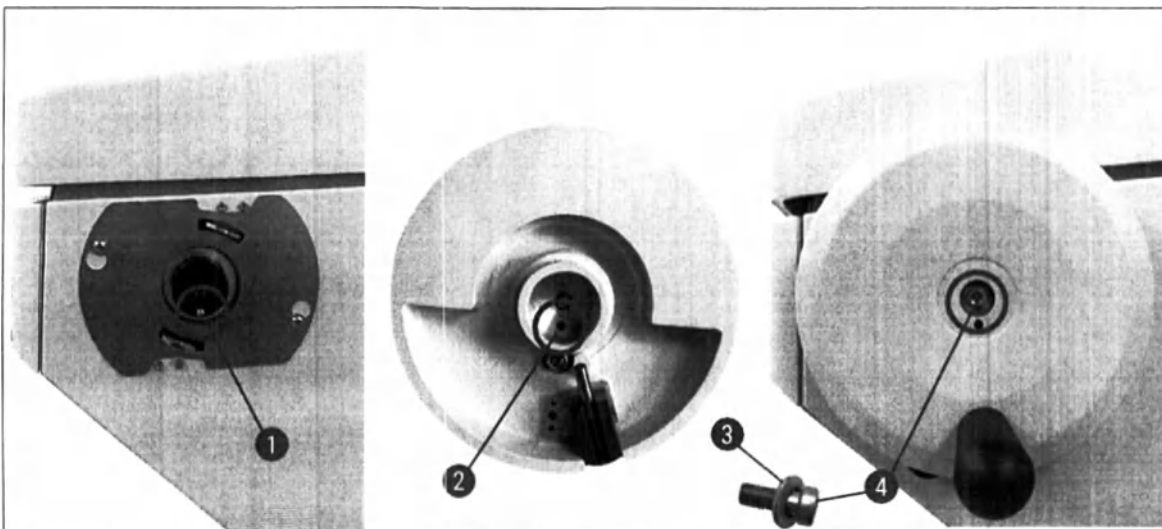

Рис. 9
2. Наденьте пружинную шайбу (→ Рис. 9-3) на винт, как показано на рисунке (→ "Рис. 9") (→ Рис. 9-4).